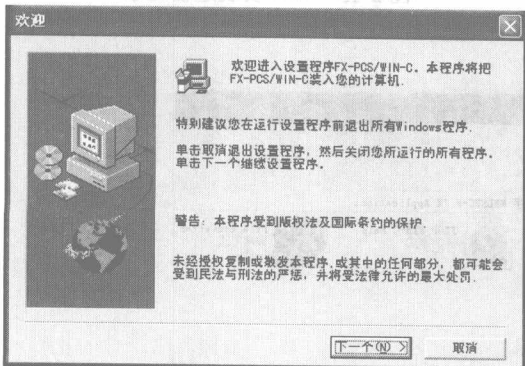

图 2-8 点击“下一个”
(7) 出现欢迎画面，点击“下一个”按钮，如图 2-8 所示。